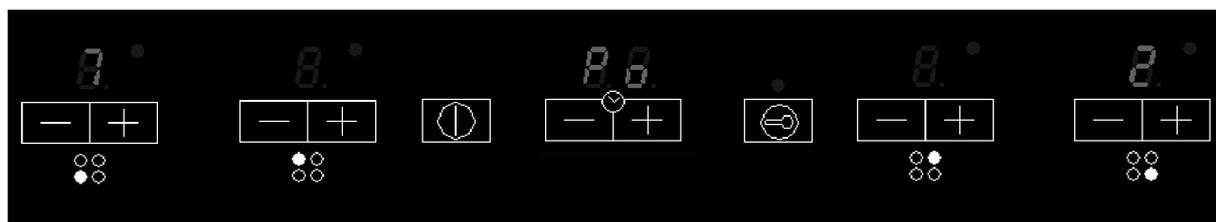

FIG. 18
- após a realização desta operação, é emitido um sinal sonoro e o limite de potência atual da placa será mostrado no visor do elemento de aquecimento 6 (ver Fig. 18).